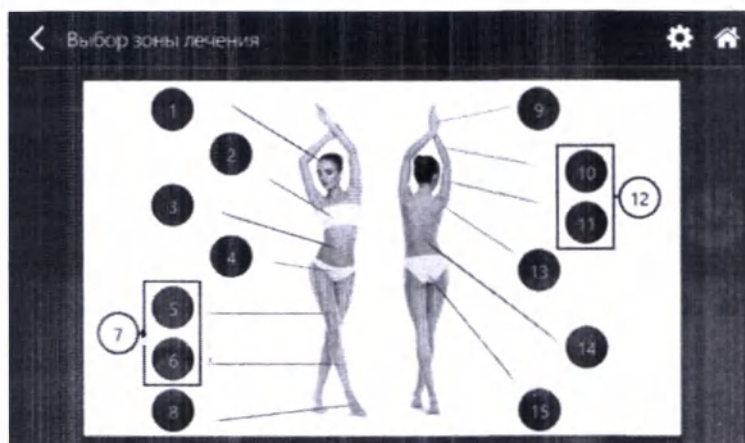

Рис.10.2 – Выбор зоны лечения
10.2. Для выбора зоны лечения нажмите соответствующую цифру в основном меню программы (Рис.10.2).